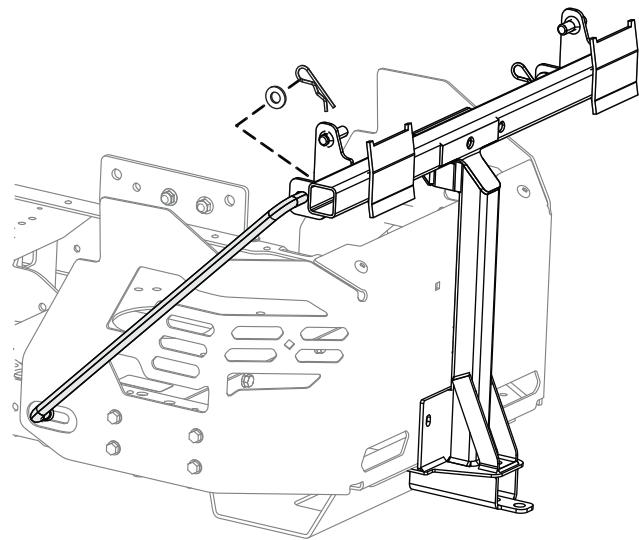

Figure 5
7. Placez l'extrémité évasée et coudée d'une tige dans le trou à détrompeur sur le côté gauche du cadre de la machine, et déplacez la tige vers l'arrière pour l'enclencher dans le cadre (Figure 5).
8. Insérez les extrémités coudées des tiges dans le support de fixation d'accessoire, comme montré à la Figure 5, et fixez-les avec une rondelle et une goupille fendue.